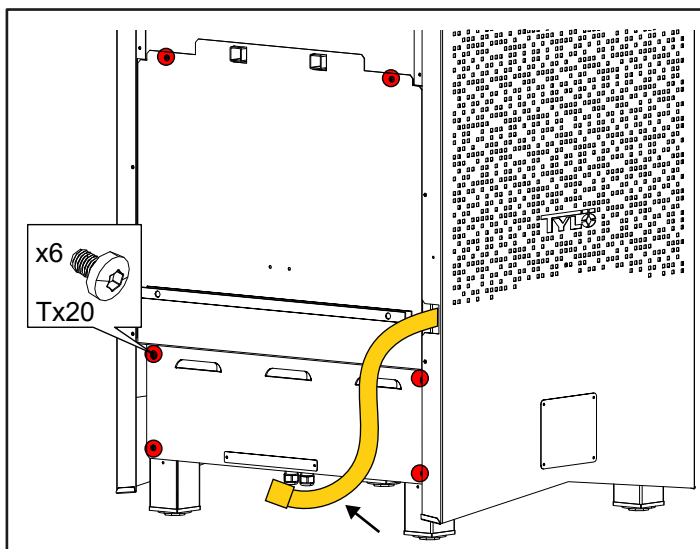

Afbeelding 7: Verwijder de voor- en achterpanelen door de verborgen schroeven, torx 20, los te draaien.
1. Schroef de voor- en achterpanelen los en verwijder ze, zie Afbeelding 7.